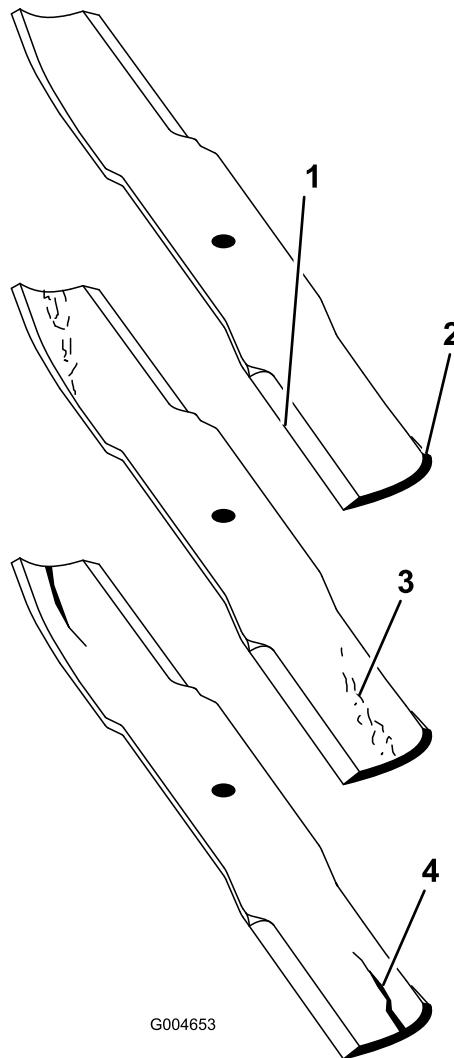

Figura 93
2. Verificate accuratamente i taglienti, con particolare attenzione ai punti d'incontro delle sezioni piatta e curva della lama (Figura 93). Sabbia e materiali abrasivi possono consumare il metallo che connette le sezioni piatta e curva della lama, per cui si consiglia di controllare la
lama prima di usare il tosaerba. Se riscontrate segni di usura (Figura 93), sostituite la lama.
Se continuate ad usare la lama usurata, si forma una scanalatura tra la costa e la sezione piatta della lama (Figura 93). Alla fine, un pezzo di lama può staccarsi e venire lanciato dal sottoscocca, con il rischio di ferire gravemente voi o gli astanti.